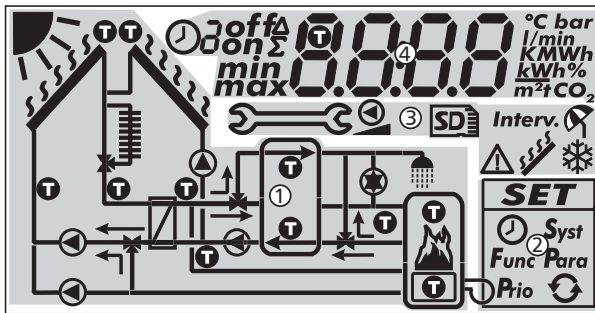

Fig. 8 : Aperçu des zones d'affichage (l'ensemble des éléments est représenté)
Le tableau suivant décrit les symboles du graphique du système (① sur la Fig. 8).
Le menu de configuration (② sur la Fig. 8) contient les entrées suivantes :
Le tableau suivant décrit les pictogrammes pour les fonctions (③ sur la Fig. 8).
L'affichage des valeurs d'exploitation et de configuration (④ sur la Fig. 8) se compose des éléments suivants :
①	Symbole pour le contrôle temps des fonctions. Le symbole s'affiche lorsque : - une limite de temps ou un contrôle temps est configuré. - l'état de la limite de temps ou du contrôle temps est affiché. - la limite de temps bloque un contrôle température (le symbole clignote).
②	Numéro de la plage horaire qui vient d'être définie/affichée dans le menu de configuration ou dans laquelle se situe l'heure actuelle. Le contrôle temps d'une fonction se compose de 1 ou 3 plages horaires réglables. Exemple : Plage horaire 1 : 06:00 – 08:00 Plage horaire 2 : 11:00 – 12:30 Plage horaire 3 : 17:00 – 19:00
③	Informations complémentaires : on, off: état de commutation/condition de commutation activé, désactivé max, min: valeur maximum, valeur minimum Σ : valeur cumulée d'exploitation depuis la première mise en service, non-réinitialisable Δ : valeur cumulée d'exploitation depuis la dernière remise à 0
④	Le symbole s'affiche lorsqu'une sonde de température est sélectionnée pendant le réglage d'une fonction.
⑤	Affichage de : - valeurs de mesure - valeurs de configuration - codes d'erreur - autres informations, version du logiciel p. ex.
⑥	Unité physique des valeurs affichées dans ⑤ : °C, bar, l/min, K, MWh, kWh, %, m², tCO₂